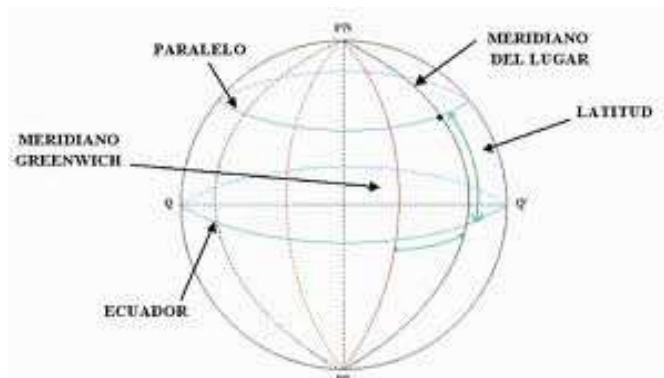

Fig.3.6.
- El error empieza a ser significativo en latitudes superiores a  $60^\circ$ , donde el paralelo (perímetro de la tierra a latitud constante (fig.3.6)) de la Tierra es menor y por tanto, también el error en km que cometeremos. Por ejemplo, el error con  $60^\circ$  es de  $0,14^\circ$ , lo que traducido a km. es de aproximadamente 8 km. de error.